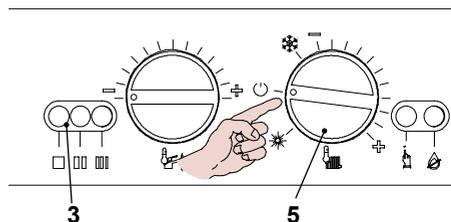

Figura 6.6
- Spegnerne la caldaia portando il selettore di funzione 5 sulla posizione "0" come in Figura 6.6.